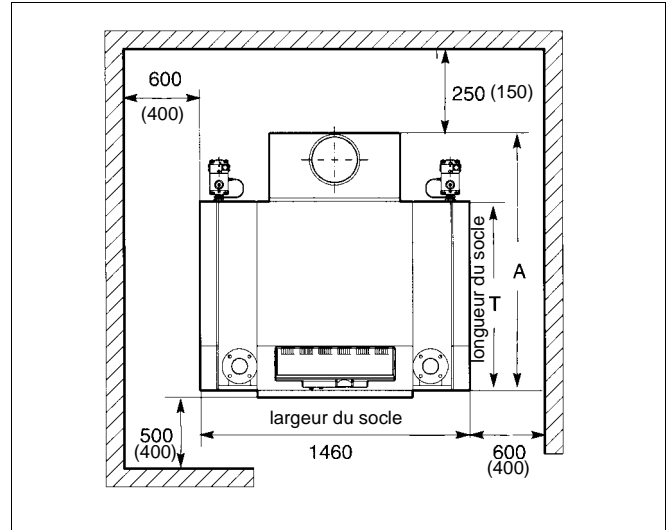

Fig. 2 Dimensions d'implantation conseillées, entre parenthèses les dimensions minimales
La chaudière devrait être placée sur un socle en béton d'une hauteur de 50 – 70mm. Les dimensions du socle dépendent de la taille de la chaudière, voir à ce sujet fig. 2 et tab. 3.
- Lors de l'implantation de la chaudière, tenir compte à droite et à gauche des distances par rapport au mur indiquées dans la fig. 2, pour les travaux de service et de maintenance.